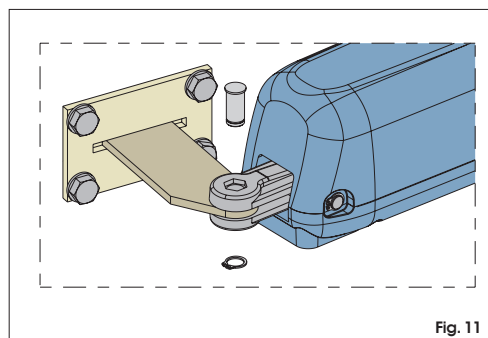

Fig. 11
8) Fije el operador a la brida posterior por medio de los pernos suministrados en dotación, tal y como se indica en la Fig.11.